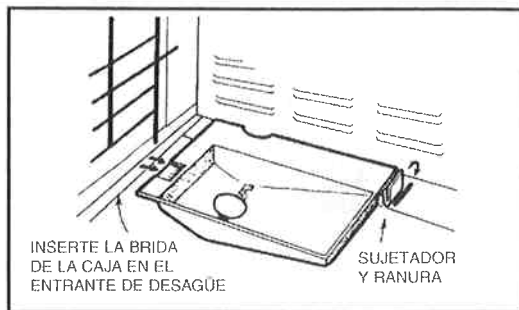

Fig. 15 - Colocación del accesorio de desagüe
Retírelo el desagüe externo y lo instale conforme muestra la Fig. 15.
- c. Monte el accesorio de desagüe exterior en la esquina de la caja de la unidad. Ver Fig. 15 (El accesorio de desagüe se encontrará directamente debajo del tubo corto cuando el chasis se haya instalado en la caja).